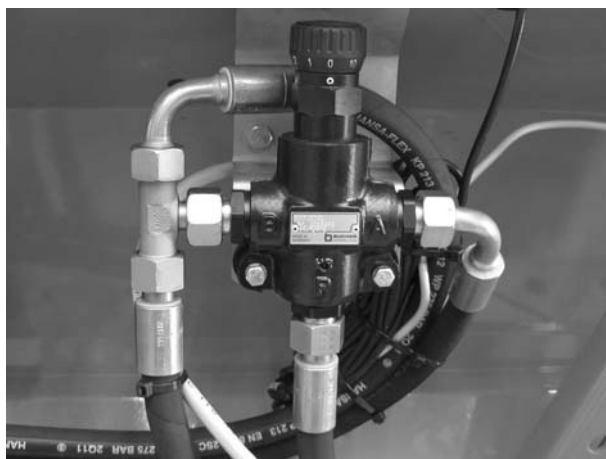

Fig. 14: Strømreguleringsventil
- ▶ Forbind den elektriske spjældaktivering, det hydrauliske drev og belysningen (se kapitel *Fig. 14 Strømreguleringsventil*).
- ▶ Forbind de elektriske og hydrauliske skyderaktiveringer og belysningen (se Fig. 14 Strømreguleringsventil).